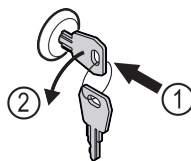

Fig. 159
- ▶ Uvucite ključ. Fig. 159 (1)
- ▶ Okrenite ključ za 90° nalijevo. Fig. 159 (2)